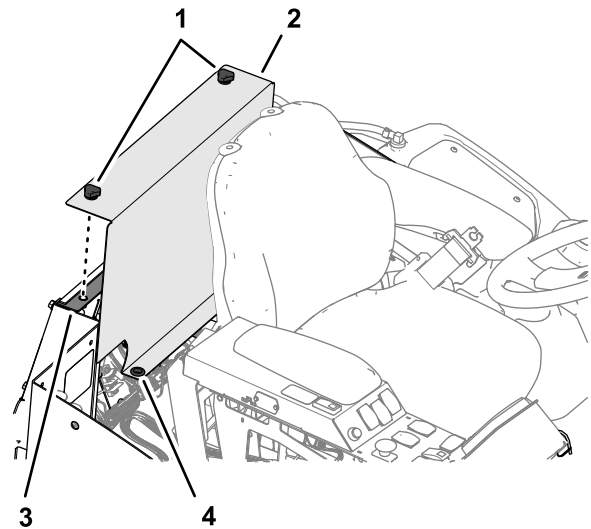

Figura 8
2. Afloje los pomos que sujetan la tapa del panel eléctrico a la máquina, y retire la tapa (Figura 8).